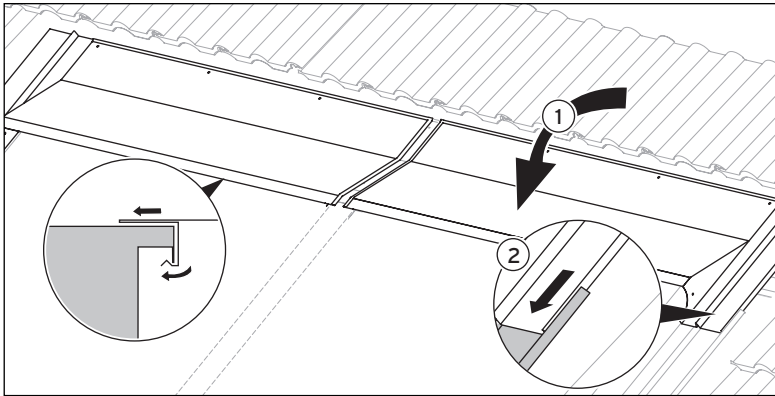

Abb. 5.26 Firstbleche anbringen
- Schieben Sie die Firstbleche (1) über die unteren Firstblech-Verbinder.
- Achten Sie darauf, dass die Firstbleche oberhalb der Seitenteile liegen und in die vorgesehene Schiene rutschen (2).
- Befestigen Sie alle Firstbleche mit den Schrauben Nr. 1 (→ **Tab. 5.2/5.4**) mittels Torx-Bit an den Dachlatten (1).
- Befestigen Sie alle oberen Firstblech-Verbinder (2) mit zwei Schrauben Nr. 4 (→ **Tab. 5.2/5.4, Pos. (3) in Abb. 5.26**, und einer Schraube Nr. 1 (→ **Tab. 5.2/5.4, Pos. (4) in Abb. 5.26**, mittels Torx-Bit über dem Firstblechstoß.
- Bohren Sie **jeweils durch die Markierung im linken und rechten Firstblech** ein Loch mit 4,5 mm Durchmesser in das Seitenteil (1).
- Vernieten Sie das jeweilige Firstblech mit dem Seitenteil (2).